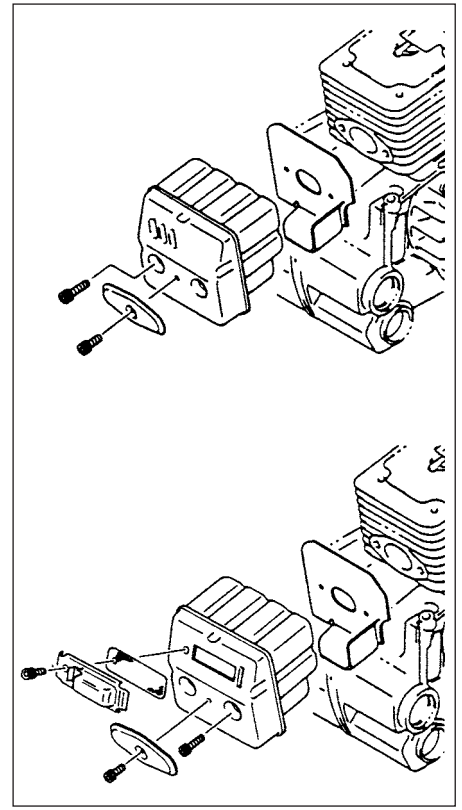

Fig.3-10
**Reinigen des Schalldämpfers (Fig. 3-10)**